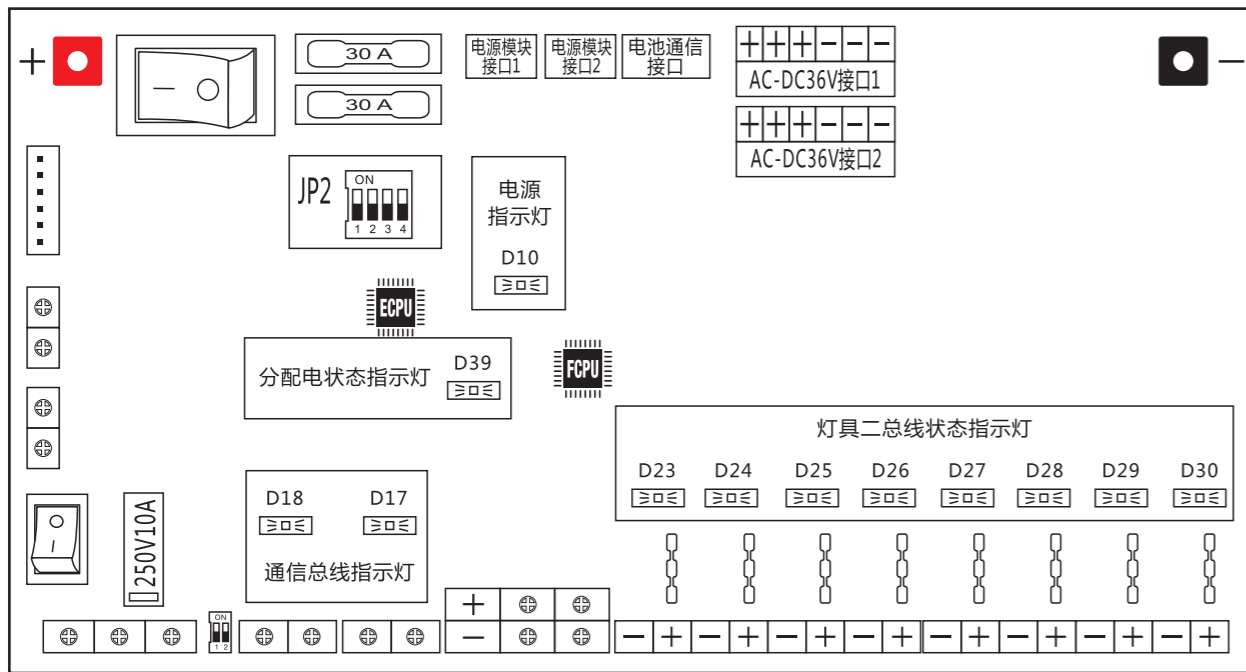

图33
(2)、主控模块指示灯(见图33)
拨码开关的使用（见图33）（说明：如线路板中已取消此开关，则请忽略该项操作说明。）